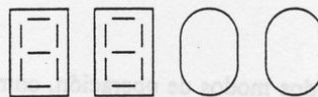

Figura PA16.2
PA16.2 Diseñe un tacómetro para el motor de su automóvil que opera de 0 a 5000 rpm. Un generador de efecto Hall proporciona 10 pulsos por cada revolución del motor. Los pulsos son de 100 mV de magnitud, por lo que debe acondicionarse la señal. La salida de este tacómetro se presenta en dos despliegues de 7 segmentos mostrando los dos dígitos más significativos, como se ve en la figura PA16.2. Divida el diseño en tres partes, como sigue:
- Diseñe una ventana que escale el tacómetro de forma que cuando el motor gire a 5000 rpm, los dos despliegues muestren 50. Los despliegues se muestran en la figura PA16.2.
- Diseñe un contador y el despliegue para el tacómetro. Haga esto por medio de la AND del tren de pulsos de la parte a con la ventana de la parte b y utilice los contadores, fijadores (*latches*) y decodificadores adecuados para desplegar las rpm con dos dígitos significativos, como se muestra en la figura PA16.2.